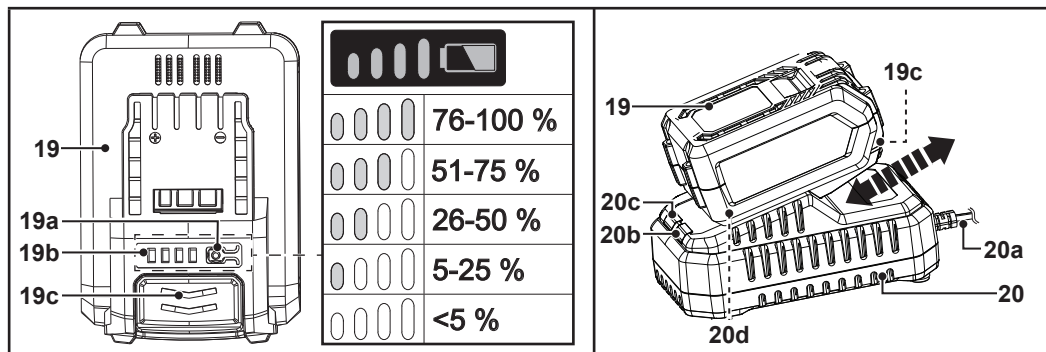

Fig. 4
1. Appuyer sur le bouton de capacité de la batterie (19a) (Fig. 4).
2. Les LED de l'indicateur de charge de la batterie (19b) restent allumées pendant environ 10 secondes (Fig. 4).
4. **Une fois la charge terminée** : Maintenir le chargeur (20) en place d'une main. Appuyer sur le bouton de déverrouillage (19c) et retirer la batterie (19) en la faisant glisser (Fig. 4).